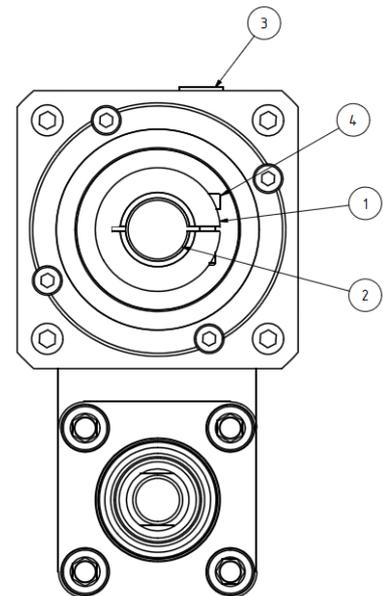

Abbildung 25: Flanschansicht:
- ◆ Den Schlitz im Klemmring (siehe Abbildung 25 Pos. 1) und der Distanzhülse (siehe Abbildung 25 Pos. 2) zu dem Schlitz in der Hohlwelle ausrichten.
- ◆ Hohlwelle so ausrichten, dass die Klemmschraube (siehe Abbildung 25 Pos. 4) über der Öffnung im Flansch steht.